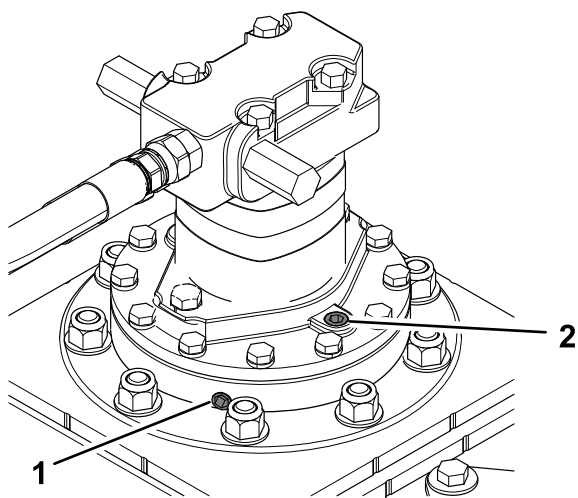

Рисунок 7
3. Снимите пробку в боковой части корпуса подшипника (Рисунок 7).